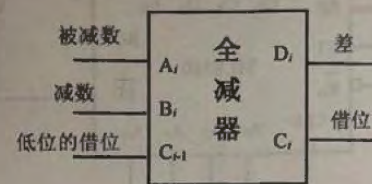

图 6
(2) 设计一个 1 位的二进制数全减器 (图 6), 给出其真值表、逻辑表达式及逻辑图。(6 分)